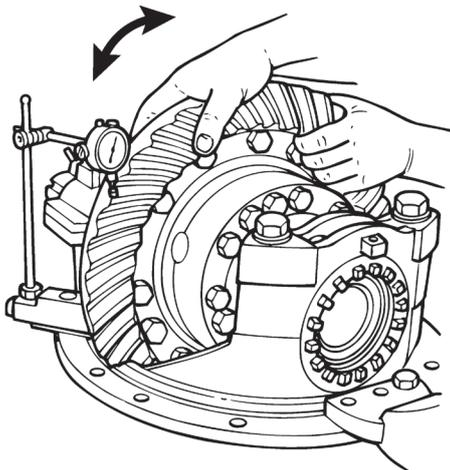

Figura 5.44
1. Fixe um relógio comparador no flange de montagem do diferencial. Figura 5.44.